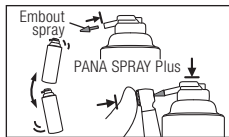

Fig. 29
- ① Fixez l'embout spray à l'embout du PANA SPRAY Plus.
- ② Agitez le bidon 3 ou 4 fois, puis appuyez doucement sur le bouton-poussoir pour vaporiser directement dans le trou d'insertion de la fraise (Fig. 29).